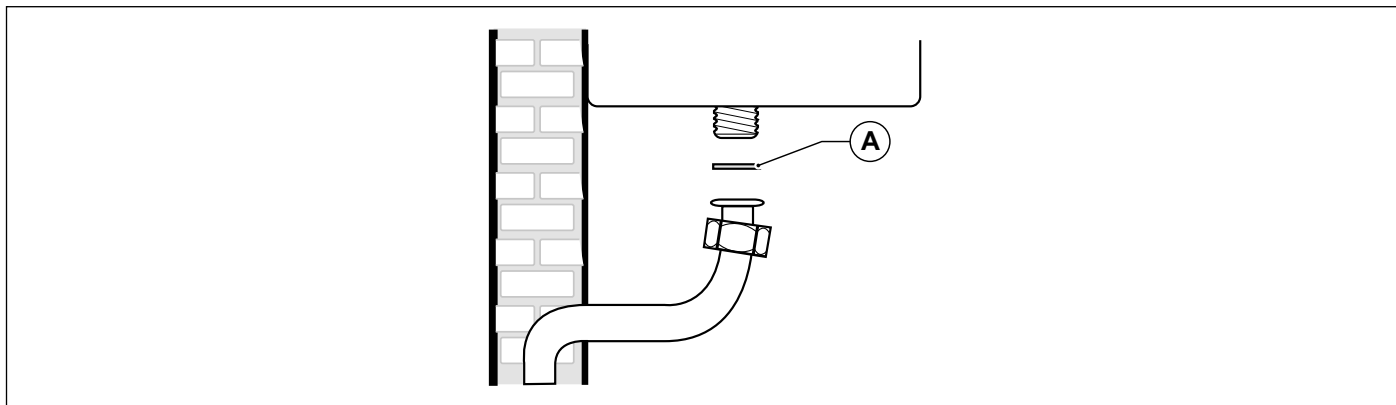

Рис. 21 Підключення газу
Підключення котла до лінії підводу газу слід **ОБОВ'ЯЗКОВО** здійснювати накидною гайкою із застосуванням в стиковій площині ущільнювальної прокладки (A) відповідного діаметру і з придатного для цієї мети матеріалу (див. Рис. 21 Підключення газу).